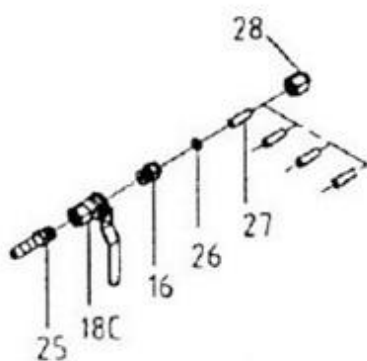

Abbildung 5
5. Informationen zum Einbau des Düsenabsperrventils (18-C) finden Sie in Abbildung 5.